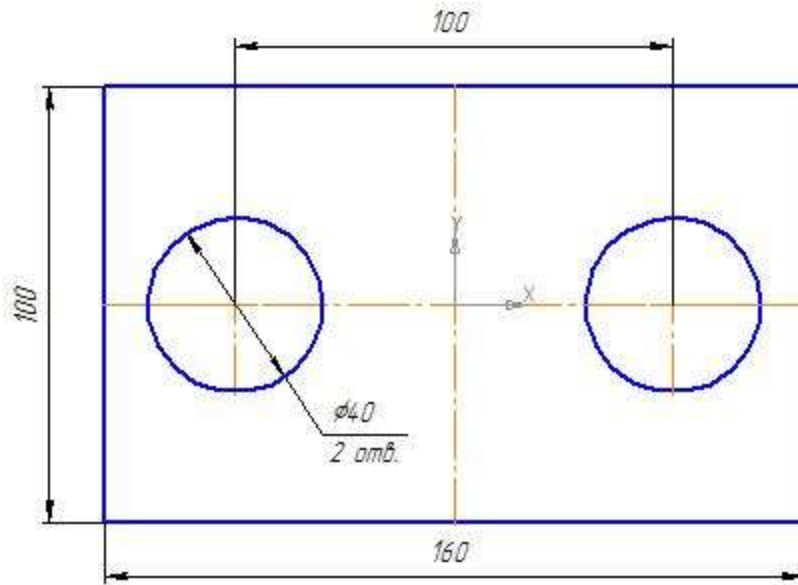

Рис. 4.20
- Щелчком **ЛКМ** зафиксируйте фантом строящегося размера (рис. 4.20).